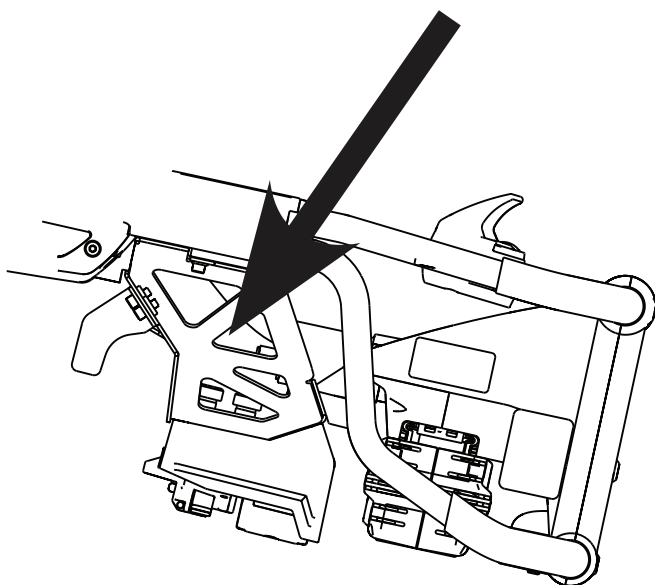

Rysunek 26 – Podnieś stojak na kroplówki i ustaw tacę defibrylatora (przedstawiono model 6506)
3. Jeżeli produkt wyposażono w stojak do kroplówek, unieś go (A) do pozycji w pionie (Rysunek 26).
5. Ustaw wewnętrzne nóżki (B) podstawki pod defibrylator skierowane w kierunku końca produktu po stronie głowy pacjenta (Rysunek 26).